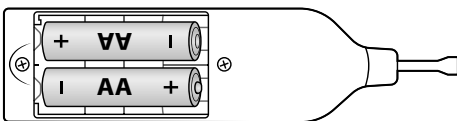

Abb. 1
- ◆ Öffnen Sie das Batteriefach ④ auf der Rückseite des Wachsschmelzers ①.
- ◆ Legen Sie die Batterien, wie im Batteriefach ④ gekennzeichnet, in den Wachsschmelzer ① ein (siehe *Abb. 1*).
- ◆ Schließen Sie das Batteriefach ④ wieder.